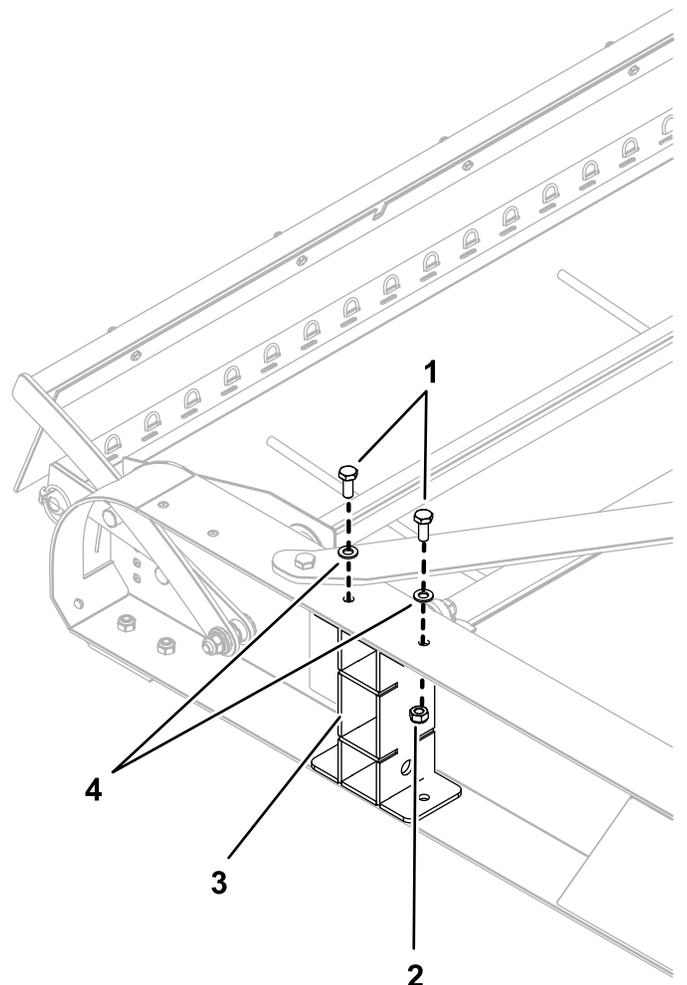

Figura 7
6. Sujete la parte superior de las 2 viguetas de apoyo de las ruedas a la parte superior del apero con 2 pernos (10 mm x 25 mm), 2 arandelas (10 mm) y 2 contratuercas (10 mm) en cada lado (Figura 7).